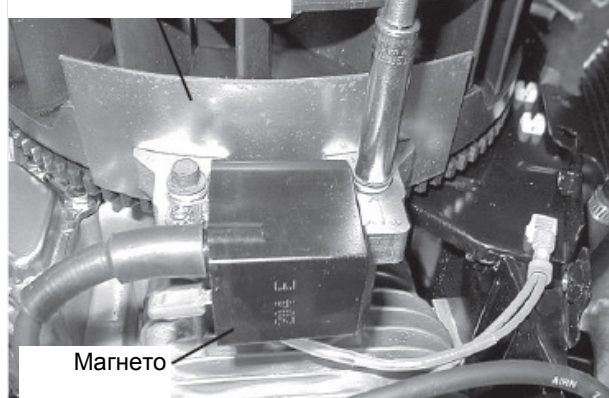

Рисунок 25. Регулировка воздушного зазора магнето (ротора) зажигания
1. Смотреть рисунок 25. Проворачивать маховик, пока магнит не окажется под пластинами модуля.